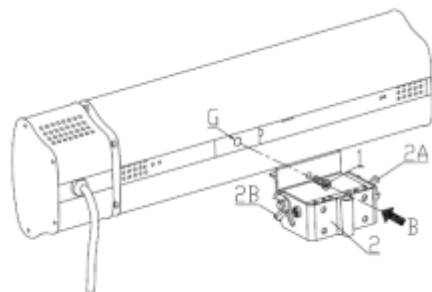

Рис. 3
4. Присоедините крепеж согласно инструкции, показанной на рис. 3, 4, 5 к корпусу обогревателя.